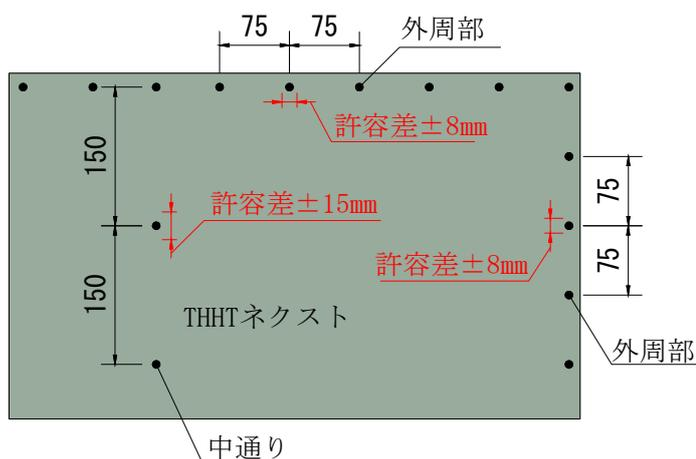

図 2 マーキングからのずれの許容差について
- ・ ねじ留め間隔が外周部で 75mm（マーキングからのねじのずれの許容差：±8mm）以下、中通りで 150mm（マーキングからのねじのずれの許容差：±15mm）以下としてください（図 2 参照）。